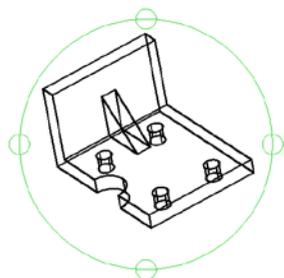

图 13.2.4 三维动态观察器
使用三维动态观察器可以在三维空间动态地观察三维对象。选择下拉菜单 **视图 (V)** → **动态观察 (D)** → **自由动态观察 (F)** 命令后，系统将显示图 13.2.4 所示的一个观察球，在圆的四个象限点处带有四个小圆，这便是三维动态观察器。